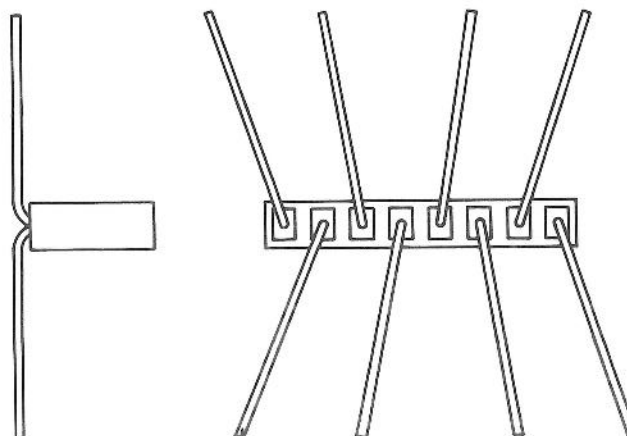

Abb. 12: Prüfstecker
- () Stellen Sie zuerst 5 Prüfstecker her. Schneiden Sie 46 Stücke Silberdraht von je 2,5 cm zurecht. Quetschen und löten Sie je einen Anschlagkontakt (Pos. 41-5) an jeweils ein Ende der Silberdrahtstücke. Stecken Sie die Anschlagkontakte in die Buchsengehäuse WF-10 (Pos. 41-3) und WF-8 (Pos. 41-4). Beachten Sie das Kapitel "Steckverbindungen" der BA 1000 "Arbeitsgrundlagen". Biegen Sie die Drahtenden wie in Abb. 12 gezeigt.